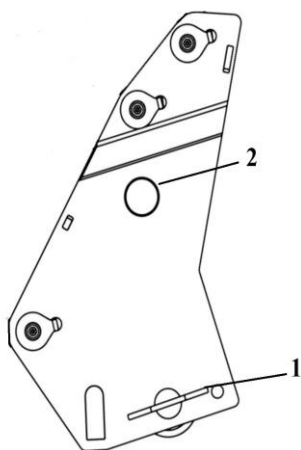

Рисунок 10 – Стойка:
Стойка (см. рис. 10) представляет собой сварную конструкцию, состоящую из двух кронштейнов и соединенные между собой бобышкой поз. 2, при помощи которой
- 4) работа агрегата с незафиксированной чекой фиксатором (см. рис. 10 поз. 1);
Ввести в зацепление бобышку стойки поз. 2 с пазом на панели навески в соответствии с рисунком 24, и зафиксировать при помощи фиксатора поз. 1 на рис. 10. Фиксатор зашплинтовать.